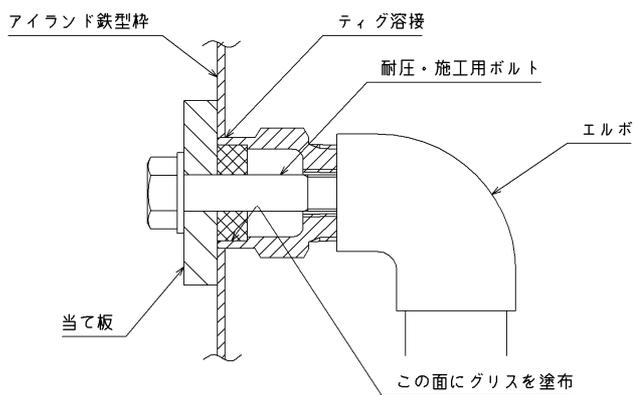

図 15 スチール型枠アイランドの場合
10.3 スチール型枠製アイランドへのヘッドケース取付 (図 15 参照)